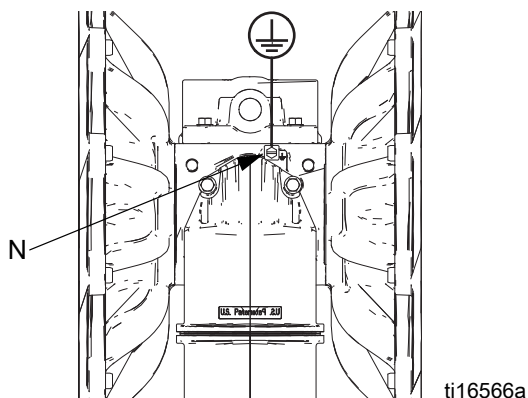

рис. 3. Винт и провод заземления
- Н Винт заземления (только модели из алюминия и нержавеющей стали, см РИС. 3, стр. 10)
**Насос.** См. рис. 3. Ослабьте винт заземления (N). Вставьте один конец провода заземления не менее 12 га за винт заземления и надежно затяните винт. Подсоедините конец провода заземления с зажимом к действительному грунтовому заземлению. Провод и зажим заземления, деталь 238909, предоставляются компанией Graco.